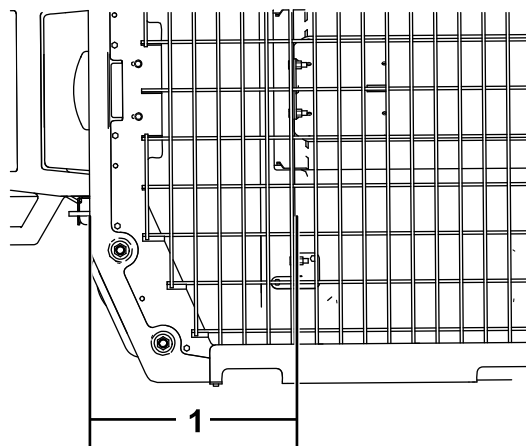

**Figura 13**
1. Mida la distancia entre la guía y el extremo de la tapa (**Figura 13**).